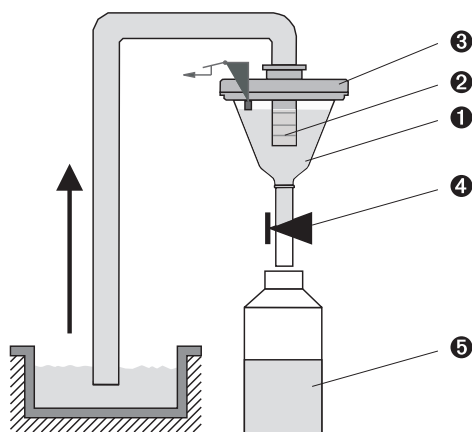

Abb. 53: Entnahmeprinzip
- Dosiersystem (→ Abb. 53, 'Entnahmeprinzip')